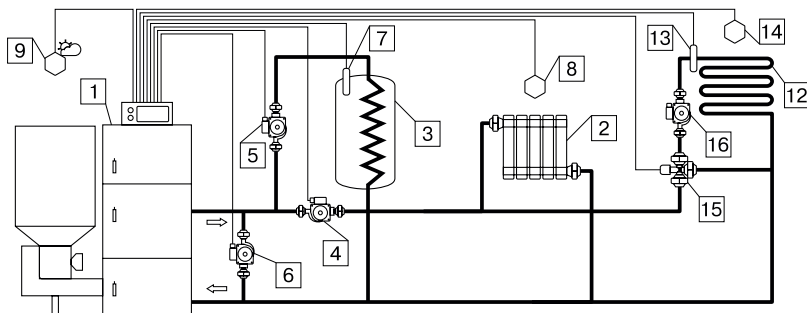
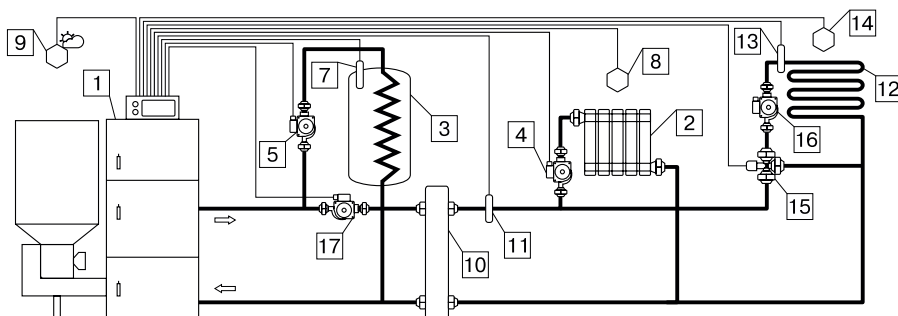

Рис.11 Упрощенная схема подключения котла с узлом рециркуляции
Рис.12 Упрощенная схема подключения котла с гидроразделителем
7.4.1. Упрощенные варианты схем монтажа котла с закрытой системой отопления представлены на Рис.11; Рис.12. Представленные схемы не заменяют проектного чертежа закрытой системы отопления и предназначены только для просмотра!
7.4.5. Во избежание конденсации продуктов сгорания в котле и повышения долговечности котла и дымохода, отопительный котел должен быть оборудован контуром рециркуляции или смесительным устройством, поддерживающим температуру теплоносителя на входе в котел выше 65°C , (см. Рис.11, 12). Для монтажа системы рециркуляции на задней стенке котла предусмотрены патрубки (Рис.2 поз.21 и 22).